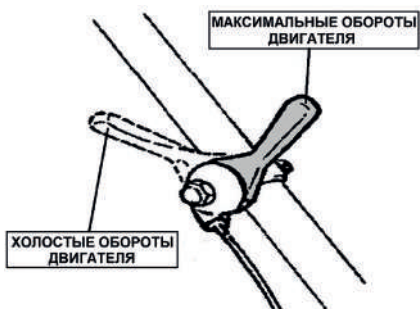

РИС. 8
4. Рычаг газа. Установите рычаг управления дроссельной заслонкой на 1/3 хода от положения холостого хода (Рис. 8).